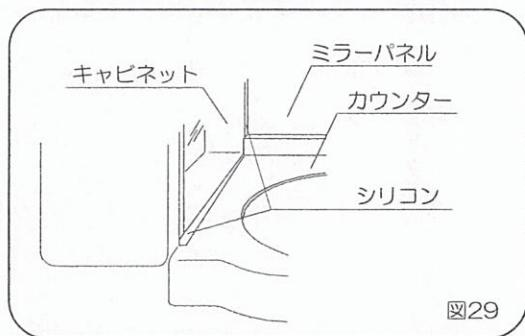

図29
- キャビネットとカウンターとのスキ間、ミラーパネルとキャビネットのスキ間を、シリコンでコーティングしてください。(図29)